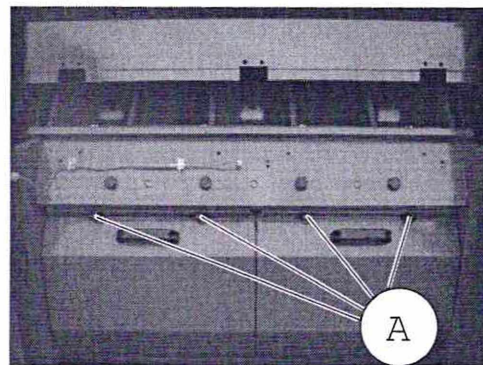

РИС.6
- Отвинтить четыре винта (А) (Рис. 6) и открыть опору решетки, аккуратно перенести ее и медленно установить на основание.